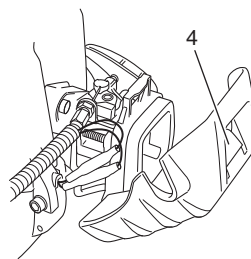

Fig. 3
Pulse la pestaña superior (4) y abra la cubierta del filtro de aire. (Fig. 3)
Pulse la pestaña superior (4) y cierre la tapa del filtro de aire. (Fig. 3)